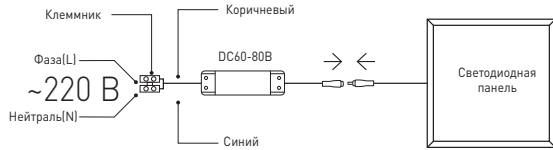

Рис.1. Схема подключения светодиодной панели к сети 220В.
- либо к проводу источника питания с помощью внешнего клеммника (в комплект не входит) в соответствии со схемой, изображенной на рис.1;
- 3.4.3. Далее необходимо соединить соответствующие разъемы источника питания и провода питания панели, см. рис.1.